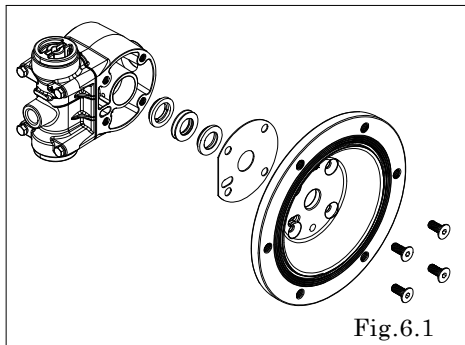

Fig.6.1
- 拆下空气室的8处安装螺栓，取下空气室和密封垫圈。（Fig.6.1）
- 拔出导管衬套A，导管衬套B及导管衬套C。（Fig.6.1）